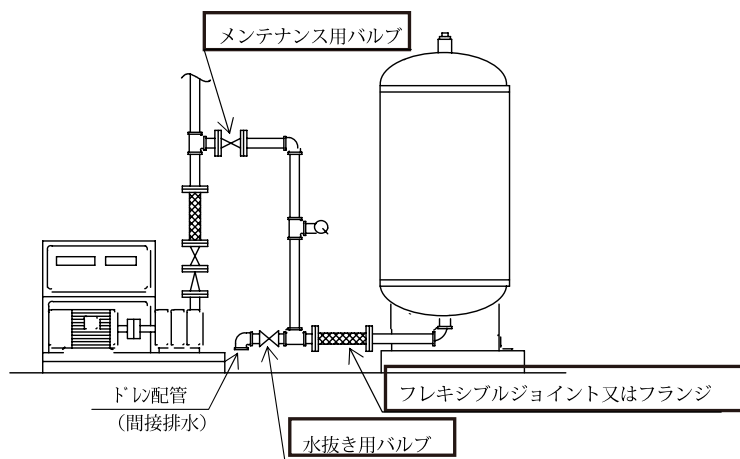

図7-3 施工例
(10) 当該タンクへ接続される配管には、「メンテナンス用バルブ」、「水抜き用バルブ」およびフレキシブルジョイントまたはフランジを設けてください。（本書第7章「据付け・配管施工時のお願い」図7-3参照）
(11) タンク周囲には、メンテナンススペースを確保してください。 「ボイラー及び圧力容器安全規則第八十八条」による1年以内ごとの法定検査および定期点検ができません。
(12) 当該タンクは屋内設置仕様です。 屋外に設置される場合は、防水（雨じまい）、防錆などの処置をしてください。
- ① システム接続口への配管には、「メンテナンス用バルブ」「水抜き用バルブ」、およびフレキシブルジョイントまたはフランジ（図7-3参照）を設けてください。
（本書第7章「据付け・配管施工時のお願い」図7-3 参照）